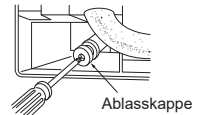

Fig. 3
- 4) Bringen Sie die Ablasskappe in dem Bereich an der Rückseite des Innengerätes an, an dem der Ablaufschlauch angeschlossen werden soll. (Fig. 3)